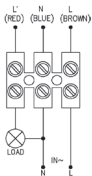

Рис. 2
3. Подключить к датчику питание и нагрузку в соответствии со схемой подключения (рис. 2)